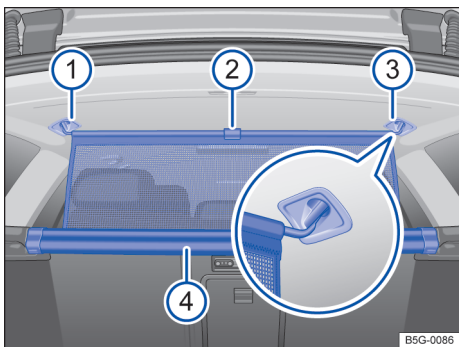

Fig. 160 No compartimento de bagagem: engatar a rede de separação.
- Extraia a rede de separação da carcaça (4) puxando para cima da lingueta → Fig. 160 (2).
- Engate a rede no lado direito → Fig. 160 (3) (imagem ampliada).
- Engate a rede no alojamento do lado esquerdo → Fig. 160 (1) comprimindo a barra transversal.
A rede de separação está montada corretamente quando as extremidades em forma de T estão enganchadas fixamente nos alojamentos correspondentes → Fig. 160 (3) e (1).
- Desengatar a barra transversal dos alojamentos → Fig. 160 (3) e (1).
- Enrole a rede na carcaça → Fig. 160 (4) ao orientá-la totalmente para baixo com a mão.